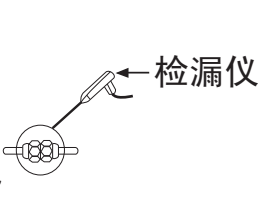

图45
- 3 在接口处用检漏仪或者肥皂水来检查是否有泄漏。（如图45）
- 4 用 ⑪ 塑料绝缘带把铜管和连接电缆包起来。